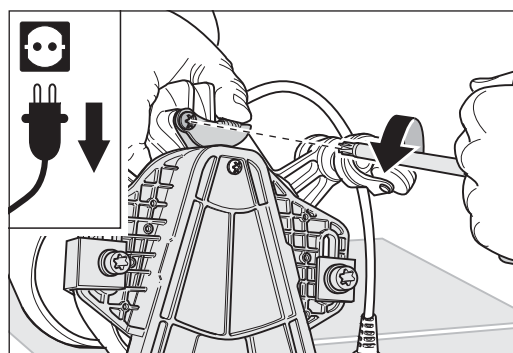

Abb. 36 Die Schraube lösen, mit der das Riemenspannblech befestigt ist.
- 4 Lösen Sie mit dem Universalschlüssel die Schraube, mit der das Riemenspannblech befestigt ist (Abb. 36).